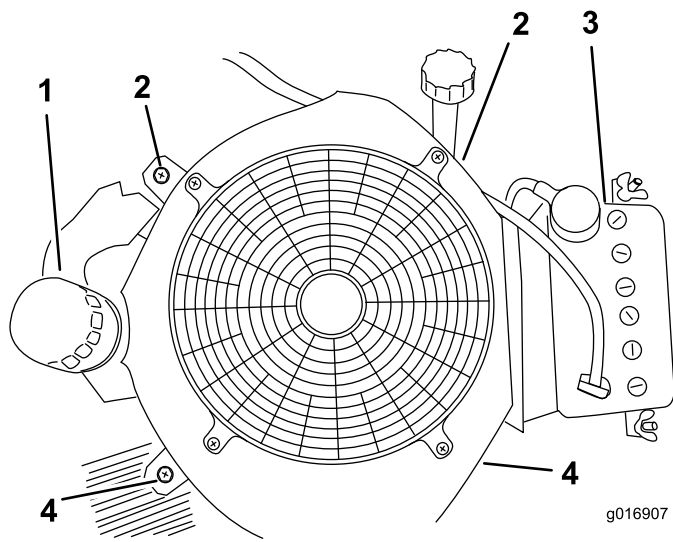

Figura 74
6. Retire los dos tornillos de los lados derecho e izquierdo de la carcasa del ventilador de refrigeración (Figura 74).